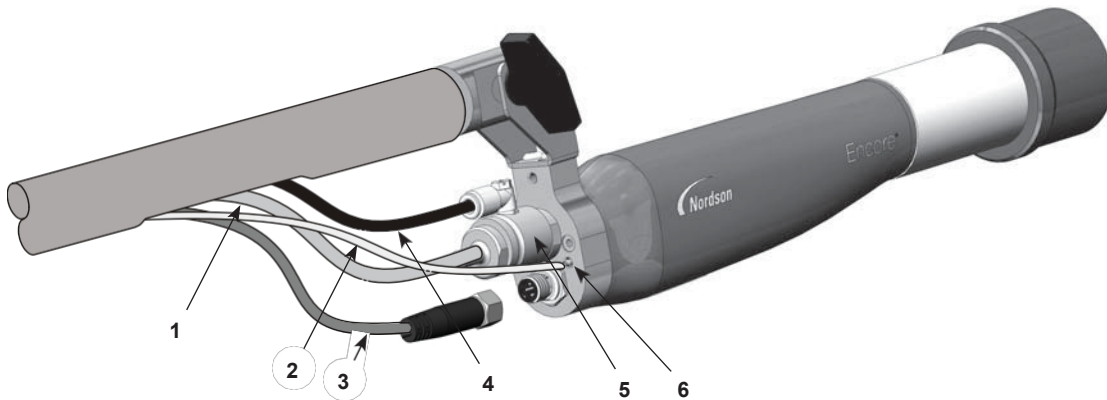

Рисунок 3-3 Пистолет-распылитель Соединения– Показано коническое сопло
1. Открутите и снимите ручку и шайбу (5, 4) с монтажного кронштейна пистолета-распылителя (3).
3. Вставьте конец дополнительного адаптера трубки (2) в кронштейн пистолета-распылителя и совместите отверстия на конце адаптера трубки с отверстиями в кронштейне пистолета-распылителя.
5. См. Рисунок 3-3. Протяните (в следующем порядке) кабель пистолета-распылителя, 4-миллиметровую трубку для промывки воздуха с прозрачным электродом и шланг для порошка через торцевую монтажную трубку и через вырез. Подключите их к пистолету-распылителю, как показано на рисунке 3-3.
См. рисунок 3-3.